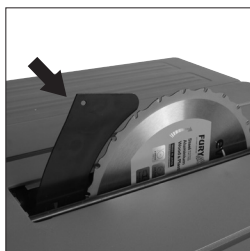

Fig. 19
- Breng het blad tot zijn volle hoogte omhoog om het spouwmes volledig bloot te leggen. **(Fig. 19)**